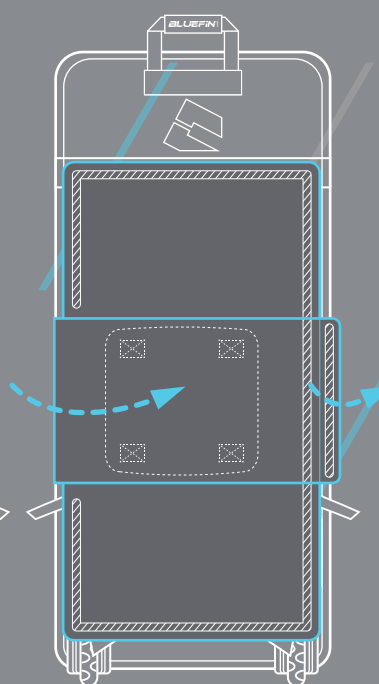

Figura 4.
- Premere il bordo in velcro e fissare nuovamente la linguetta. Figura 4